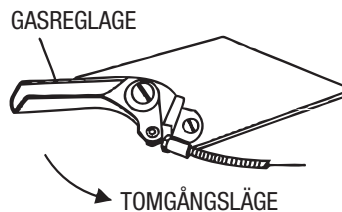

Bild 9. Gasreglage (tomgångsläge)
2. Ställ motorns **gasreglage** (bild 9) i läge "IDLE".